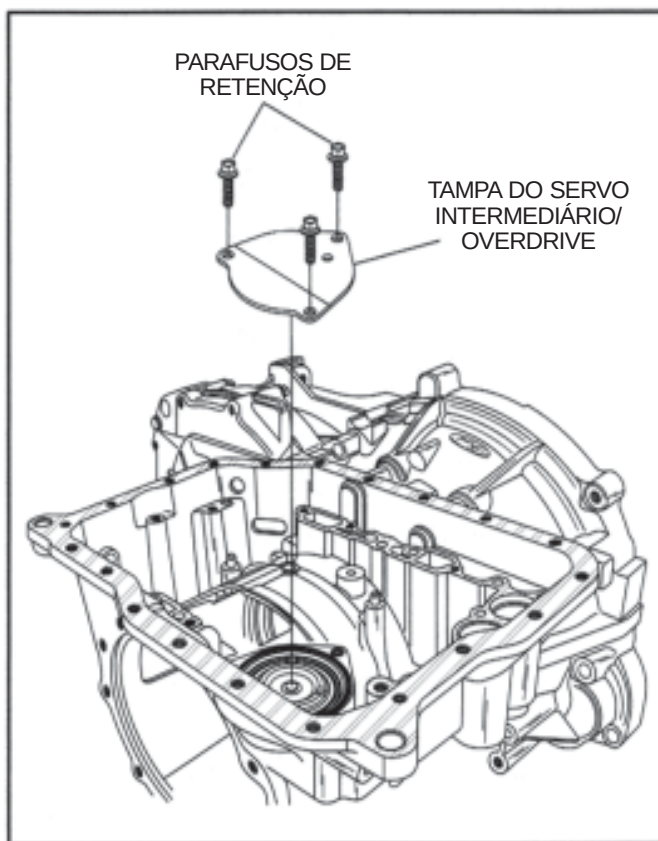

Figura 152
4. Instale a tampa do servo e os 3 parafusos, conforme ilustrado na Figura 152.